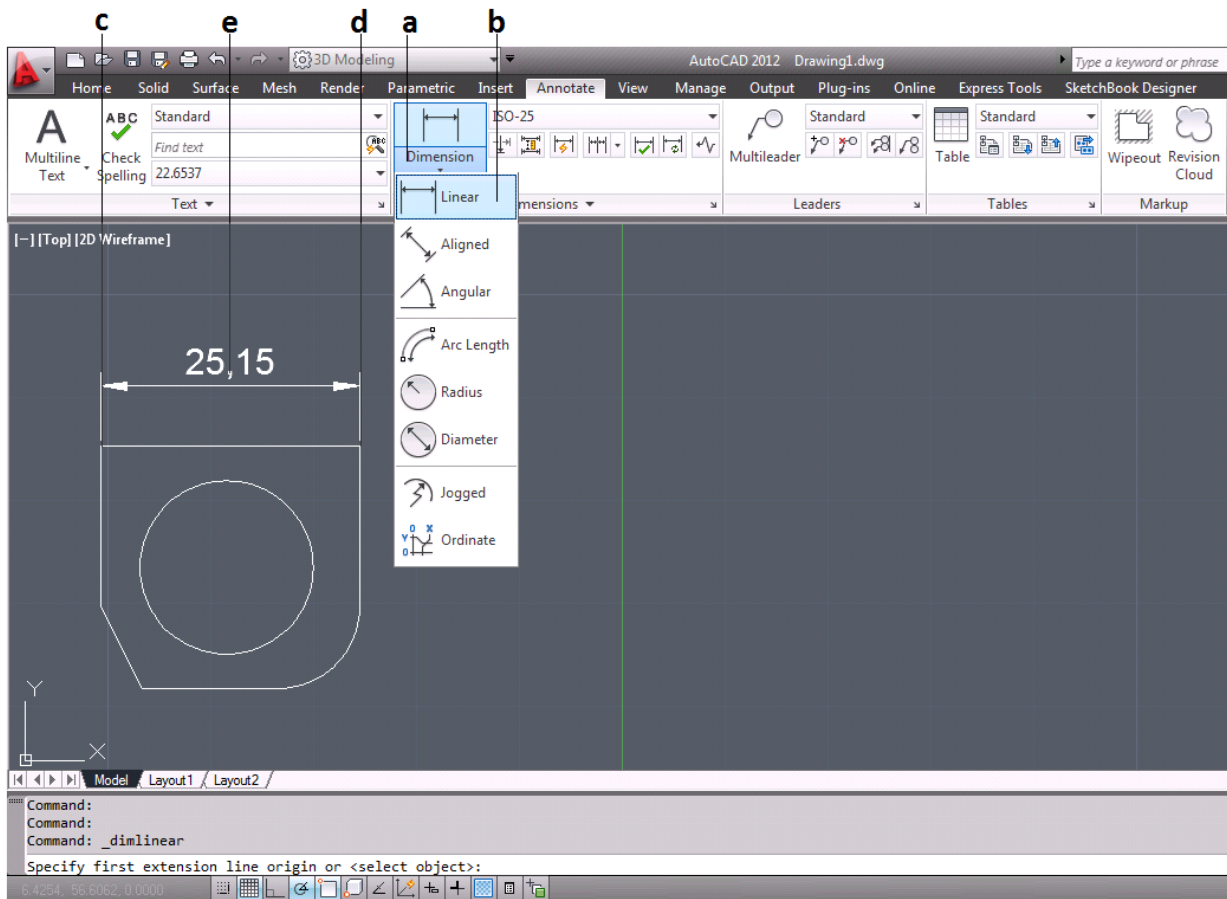

Figura 3.65 Acotado “Acotamiento Lineal Horizontal o Vertical”
- a. Se da clic sobre el icono Dimensión [Dimension] para desplegar la lista de tipos de Cotas (figura 3.65).
- b. Se selecciona la herramienta Linear [Linear] de la lista de tipo de cotas (figura 3.65).
- c. Se selecciona el primer extremo de la línea, para indicar la 1ª coordenada (figura 3.65).
- d. Se selecciona el segundo extremo de la línea, para indicar la 2ª coordenada (figura 3.65).
- e. Con el puntero se indica donde se localizara la cota (figura 3.65).